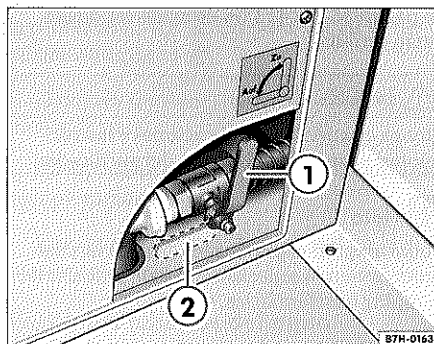

Fig. 44 Palanca de cierre del depósito de aguas residuales situada en el armario de la cocina: válvula cerrada ① o abierta ②
- Coloque la palanca de cierre en posición horizontal ⇒ fig. 44 ②. El depósito de aguas residuales se vacía a través de la boca situada debajo del vehículo.
- Una vez vacío el depósito coloque la palanca de cierre en posición vertical ①